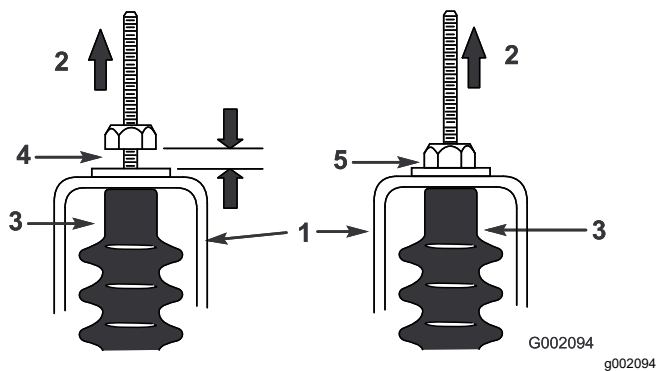

Figura 60
5. Tire hacia arriba de cada cable de cambio y asegúrese de que hay una distancia de 0,76–1,52 mm entre la tuerca/arandela y la pletina de punto muerto (Figura 60).